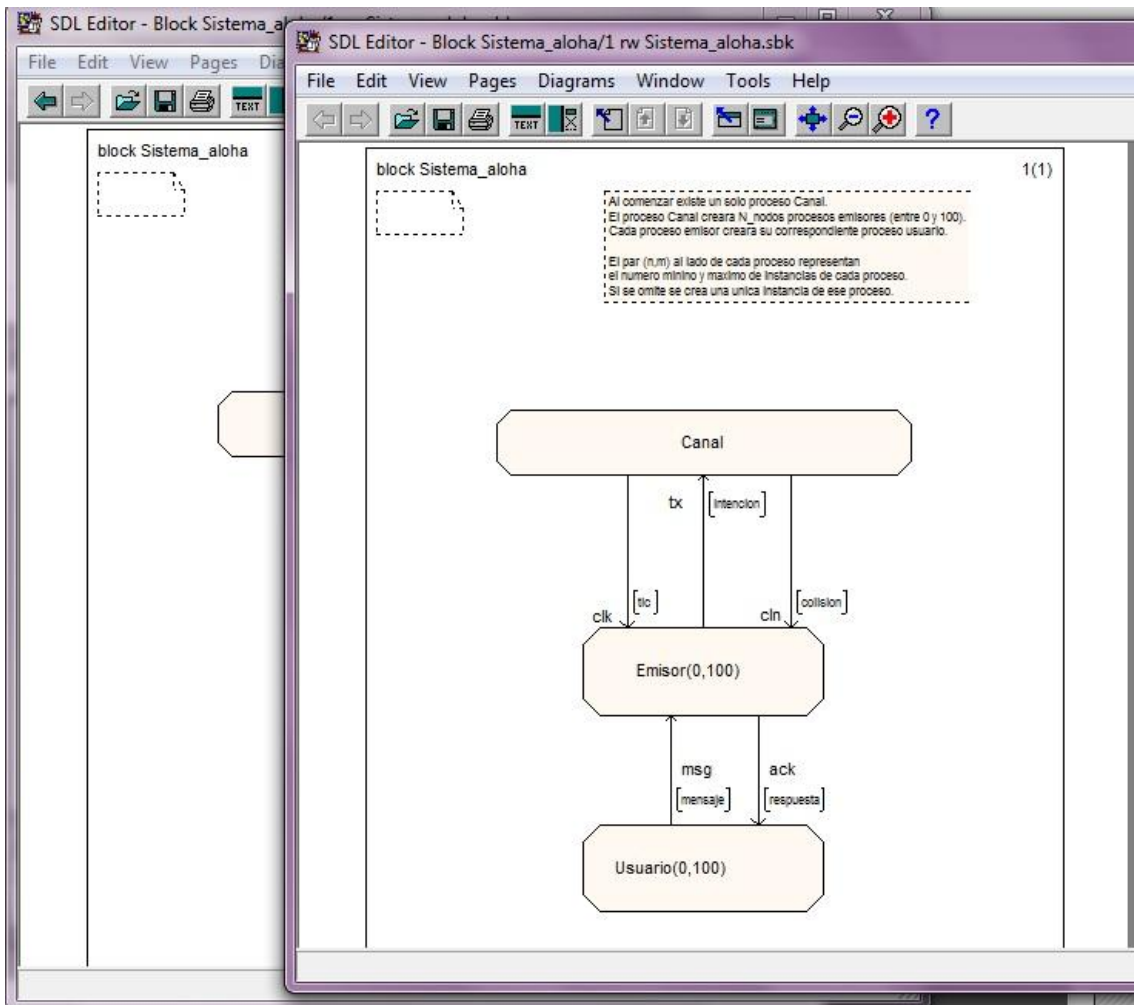

Figura 36: Dos ventanas de la misma página
2. En el menú *Window*, seleccione el comando *New Window*(Nueva Ventana). Una nueva ventana que muestra la página actual se muestra al instante (ver Figura 36).